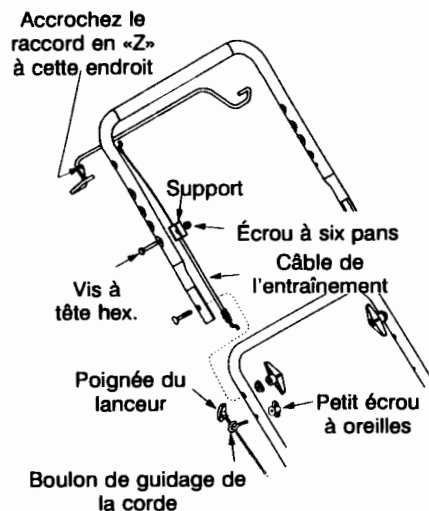

Figure 5
- Accrochez le raccord en «Z» du câble de l'entraînement dans le trou de la commande de la lame, en procédant de l'extérieur vers l'intérieur, comme à la figure 5.
- Attachez le support sur le guidon supérieur avec le vis à tête hexagonal et écrou à six pans. Voir la figure 5.
- Attachez-le avec un petit écrou à oreilles.. Voir la figure 5.